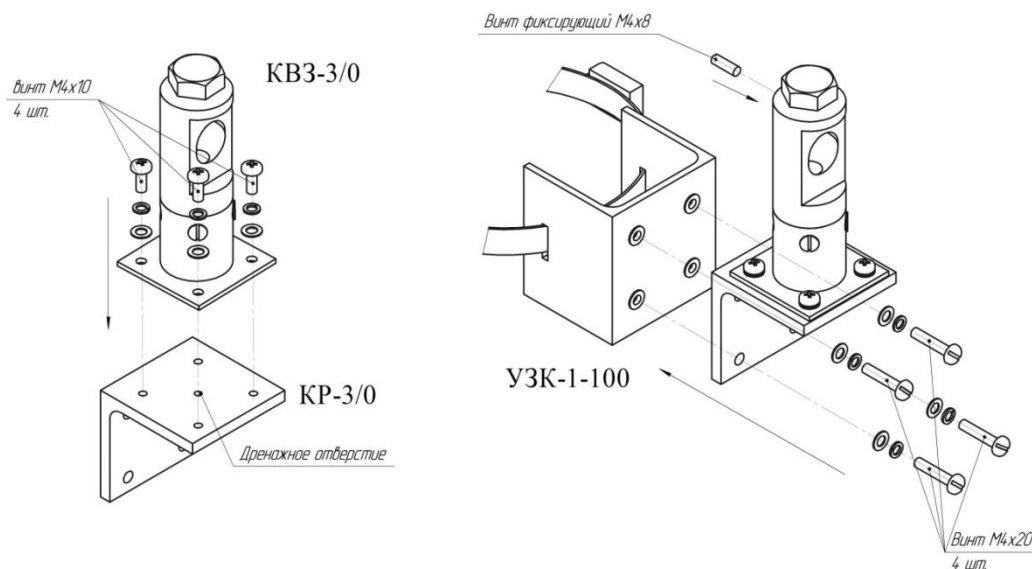

Рис. 10.2
10.4.2 На опоре с помощью болтов, гаек и шайб устанавливается необходимый УЗК для ППБ (см. табл. 10.2). Высота установки определяется оперативно-тактическими соображениями и конкретными условиями. Ориентировочная высота установки ППБ 0,8...1,4м от усредненной поверхности земли (пола) до нижней части ППБ. Пример установки на опоре УЗК-1/100 см. на рис. 10.2.